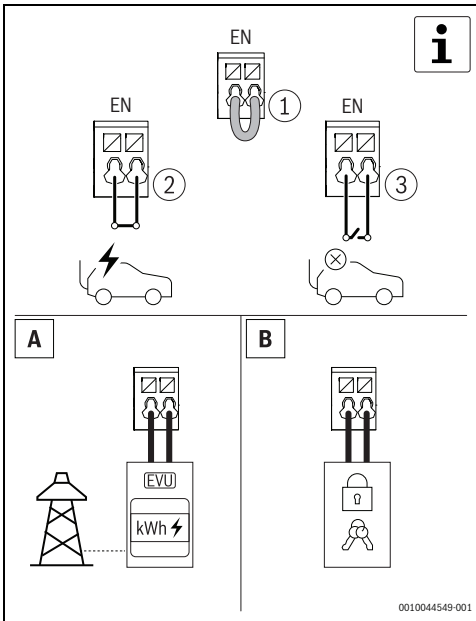

Bild 23 Optionaler Digitaleingang
- ▶ Die Power Charge 7000i mit der RFID-Karte, der App oder über die externe Sperreinrichtung entsperren. Dieser Schritt ist optional (→ Abb. 23 und 6.1.5, Seite 20).